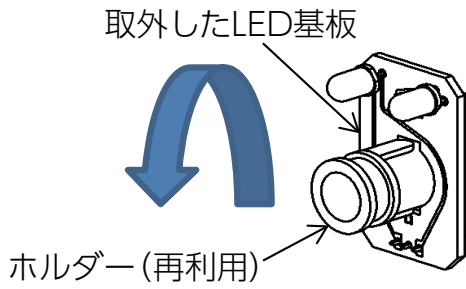
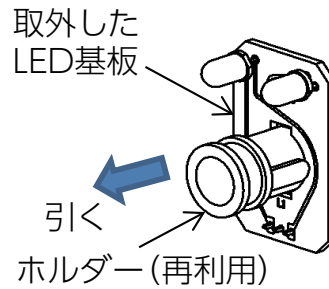
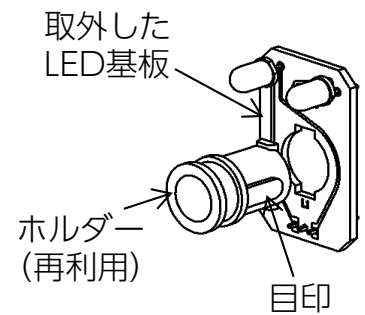

図7
図8
図9
- ① 取外した表示灯部のホルダーを矢印（左）方向に90° 回し（図7）、LED基板から取外して下さい。（図8、図9）